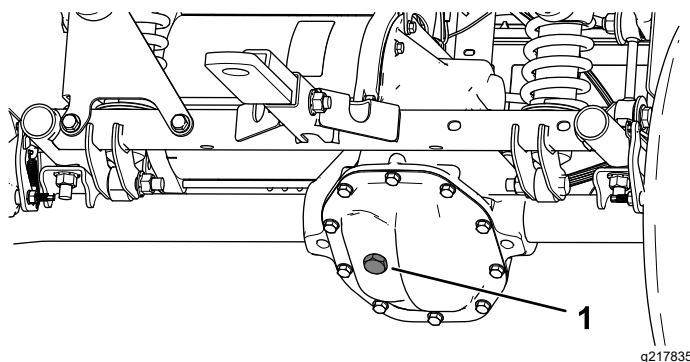

Figura 50
4. Tire o tampão de enchimento do conjunto eixo-transmissão (Figura 50).
5. Se o nível de fluido estiver baixo, retire o tampão de enchimento e adicione o fluido especificado até sair pelo furo (Figura 50).
4. Retire o tampão de enchimento na transmissão e encha a transmissão com o fluido especificado até que saia pelo furo de enchimento (Figura 50).